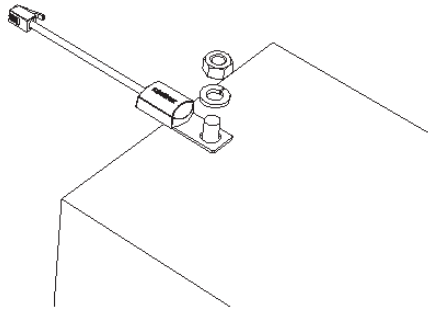

Figure 2-13 Fixation du CTB sur la borne de la batterie
3. Connectez la borne en anneau du capteur directement à la borne négative de la batterie (recommandé) ou utilisez le dos adhésif du capteur pour le coller sur l'un des côtés de la batterie à surveiller. Reportez-vous à la section Figure 2-13.